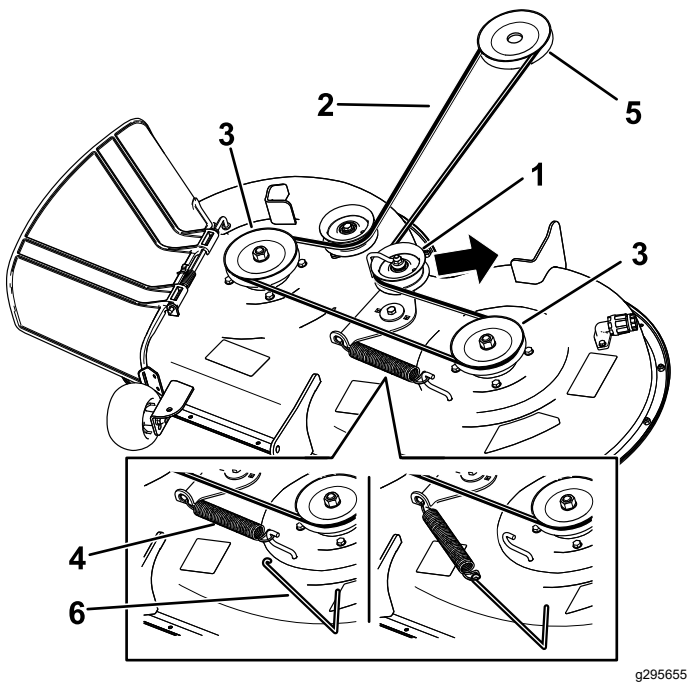

Figure 57
7. À l'aide d'un outil de dépose de ressort (réf. Toro 92-5771), décrochez le ressort du crochet sur le plateau pour détendre la poulie de tension, et déchaussez la courroie des poulies (Figure 57).
8. Acheminez la courroie neuve autour des poulies du moteur et du plateau de coupe (Figure 57).
9. À l'aide d'un outil de dépose de ressort (réf. Toro 92-5771), accrochez le ressort à l'ergot sur le plateau pour tendre la poulie de tension et la courroie de plateau du coupe (Figure 57).